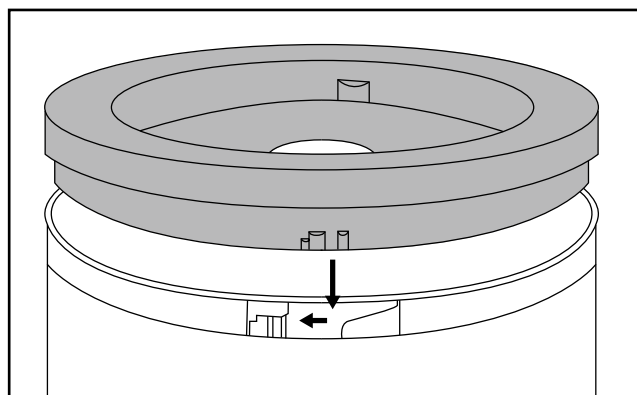

Fig. 1
5) Fermez le bol ⑧ avec la pièce intermédiaire ④ :
- Placez-la sur le bol ⑧ de sorte que les ergots sur le bord extérieur de la pièce intermédiaire ④ s'enclenchent dans les rails du bol ⑧ (voir figure 1).
- Ensuite, tournez la pièce intermédiaire ④ de manière à ce que les ergots glissent vers le bas dans les rails et s'y enclenchent.
- Placez-la sur le bol **8** de sorte que les ergots sur le bord extérieur de la pièce intermédiaire **4** s'enclenchent dans les rails du bol **8** (voir figure 1).